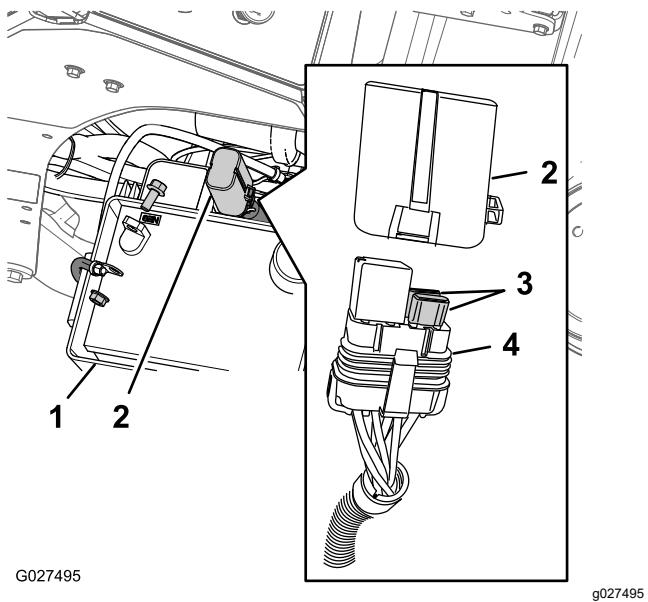

Figura 80
- Presione la pestaña del portafusibles y separe la tapa (Figura 80).
- Retire el fusible del zócalo del portafusibles (Figura 80).
- Instale un fusible del mismo tipo (20 A) en el zócalo del portafusibles (Figura 80).
- Instale la tapa en el portafusibles hasta que quede enganchado (Figura 80).